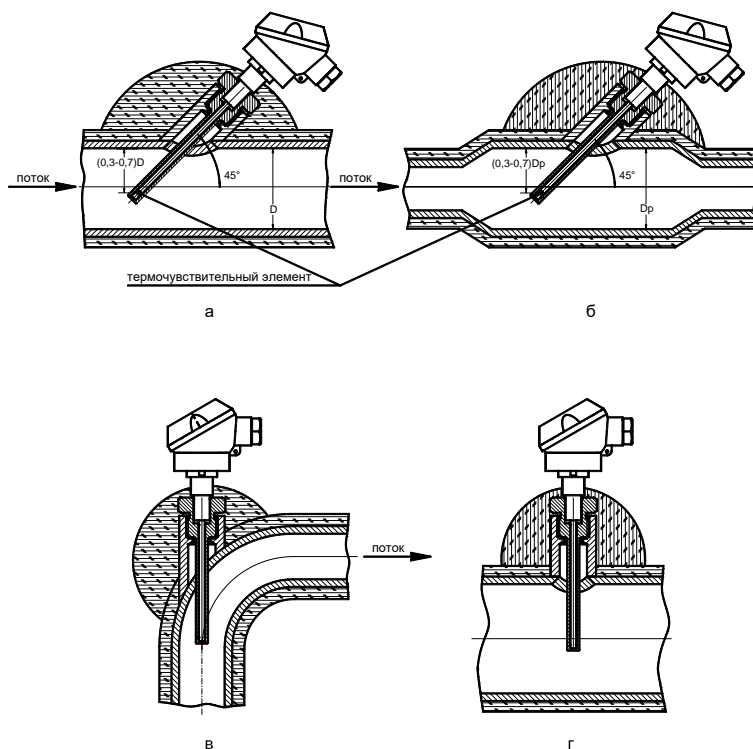

Рисунок 8.9 Рекомендуемые варианты установки термопреобразователей на трубопроводе
8.4.2 Если диаметр чувствительного преобразователя ТС превышает  $0,13D$ , то допускается при установке ТС применять расширитель (рисунок 8.9 б), где  $D_p$  – внутренний диаметр расширителя.